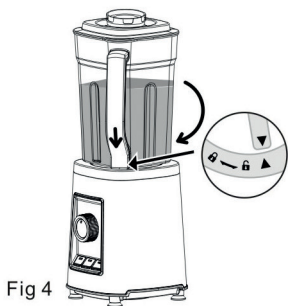

Fig 4
- Placera blenderkannan (4) på motorenheten (7) och vrid handtaget till position låst hänglås. Fig 4.